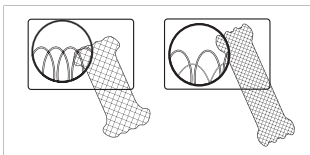

Abb. 2a
- Beide Enden des Stents sind flexibel, glatt und ohne scharfe Kanten oder Grate. Hierdurch wird das Risiko von Verletzungen des Intestinaltrakts verringert. (Siehe Abb. 2a)